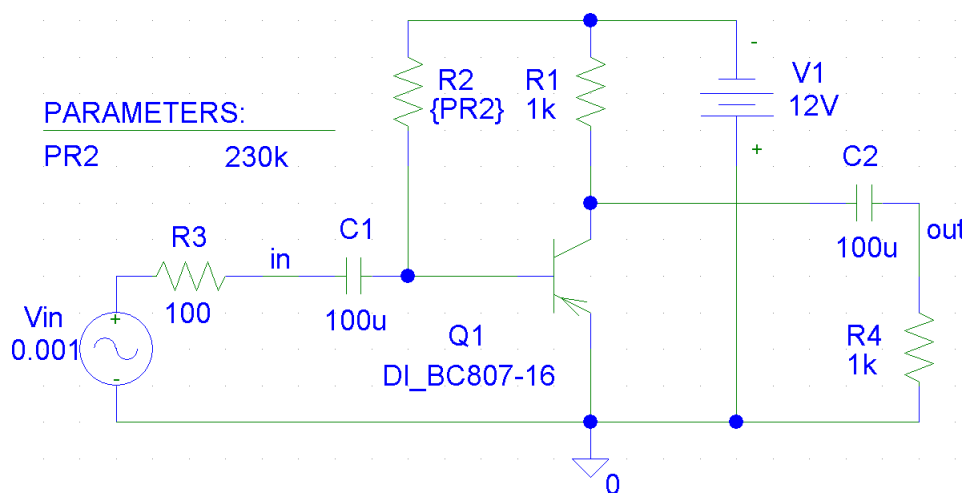
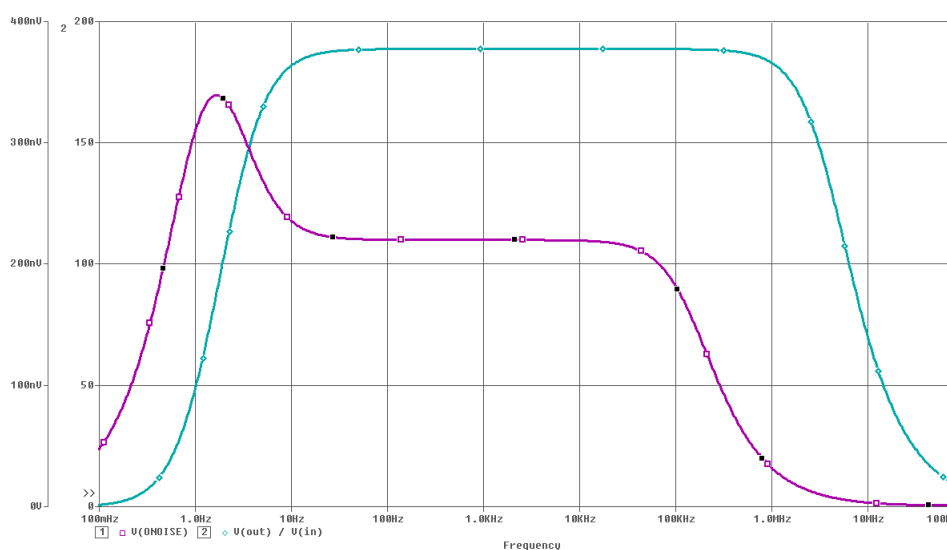

Рисунок 6.1 – Схема усилительного каскада на БТ
Рисунок 6.3 – АЧХ (1) и зависимость напряжения шумов на выходе каскада от частоты (2)
**6.5.1** С помощью PSpice Design Manager оздать новый проект. В PSpice Schematics подготовить схему усилительного каскада на БТ (рис. 6.1).
**6.5.5** Сохранить схему и результаты анализа в заготовке отчета. Пример оформления схемы приведен на **рис. 6.1**, АЧХ и зависимости напряжения шумов на выходе каскада от частоты – на **рис. 6.3**.